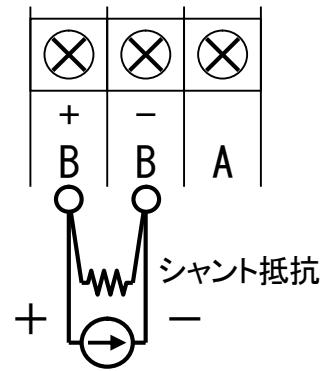

図 4.5 入力の配線(測温抵抗体入力、mA 入力の場合)
- 2) 図 4.3(17 頁)、図 4.4、図 4.5(18 頁)の配線例に従い入力を配線します。
①mV 入力、V 入力
②熱電対入力